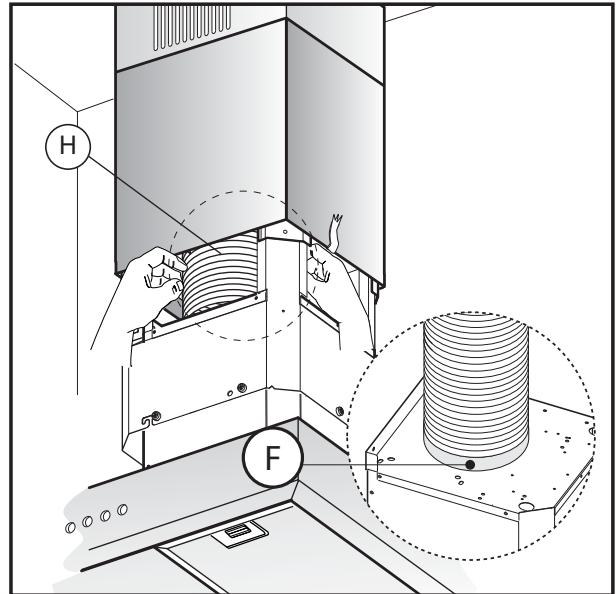

Fig.10
- Fije el tubo de evacuación de aire **H** (no incluido) al collar de conexión **F** **(Fig.10)**.